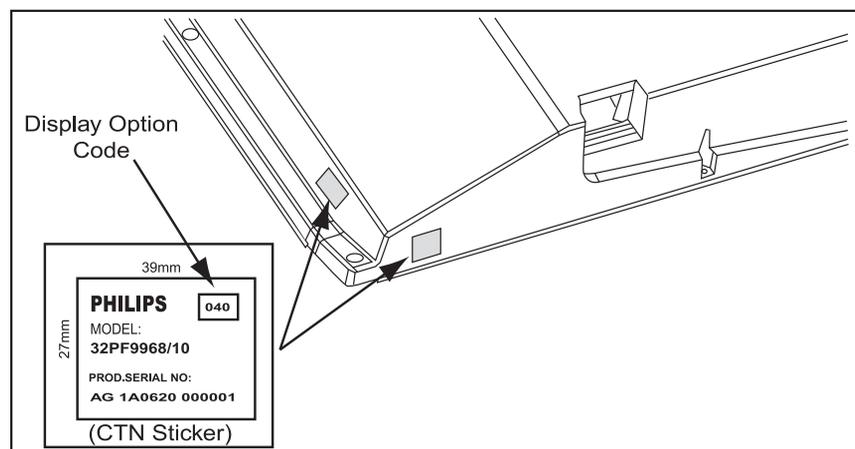

Рис. 14. Код панели на стикере
**Примечание.** Когда память NVM повреждена или заменена, есть вероятность того, что изображение на экране ТВ не появится, потому что код панели неправильный (не соответствует коду установленной панели). В этом случае для установки правильного кода можно использовать ComPair (см. ниже) или стандартный ПДУ. В последнем случае сразу за вводом кода «062598» и нажатием кнопки MENU (или HOME) вводят 3-значный код «XXX», указанный на стикере, наклеенном на ТВ (рис. 14). Если вышеуказанное действие успешно, LED-индикатор на ТВ погаснет (режим ожидания) в качестве индикации того, что последовательность введенных кодов была правильной. После того как опция отображения изменится в памяти NVM, телеви-